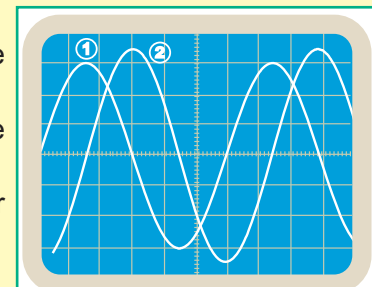
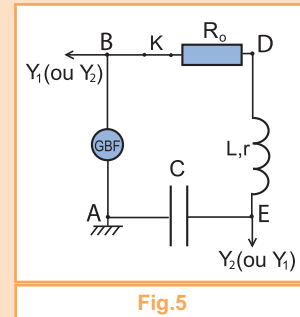

Fig.3
Fig.5
c- En fermant le circuit, on obtient les oscillogrammes de la figure 3 avec une sensibilité horizontale de  $1 \text{ ms/div}$  et une même sensibilité de  $2 \text{ V/div}$  pour les deux voies  $Y_1$  et  $Y_2$ . Identifier l'oscillogramme représentant  $u_C(t)$ .
**3°) a** - Pour visualiser simultanément la tension d'alimentation  $u(t)$  et la tension  $u_C(t)$  aux bornes du condensateur, la masse du GBF doit être reliée au point A (Fig. 5).
**b** - Comme sur le schéma de la figure 5, le point B est à relier à l'entrée  $Y_1$  (ou  $Y_2$ ) afin de visualiser  $u(t)$  tandis que le point E est à relier à l'entrée  $Y_2$  (ou  $Y_1$ ) pour visualiser  $u_C(t)$ .
**c** - L'oscillogramme (1) étant le seul d'amplitude égale à 6 V, il représente  $u(t)$ . Donc, c'est l'oscillogramme (2) qui représente  $u_C(t)$ .
**d** - Du fait que le décalage horaire entre les oscillogrammes (1) et (2) de la figure 3 est constant, on affirme que  $u_C(t)$  évolue avec la même fréquence  $N_2$  de  $u(t)$ .